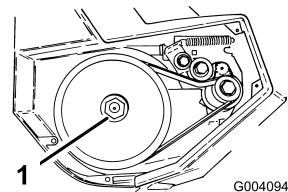

Figure 15
3. Bloquez l'écrou hexagonal avec une clé de 7/8 pouce pendant que vous dévissez l'arbre la fraise (Figure 15).